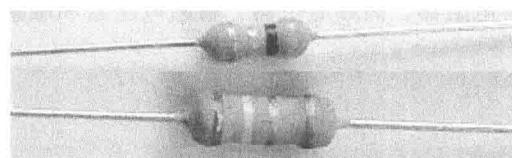

图 1-1-4 金属氧化膜电阻器
(3) 金属氧化膜电阻器。金属氧化膜电阻器是用锑和锡等金属盐溶液喷雾到炽热的陶瓷骨架表面上沉积后制成的，如图 1-1-4 所示。